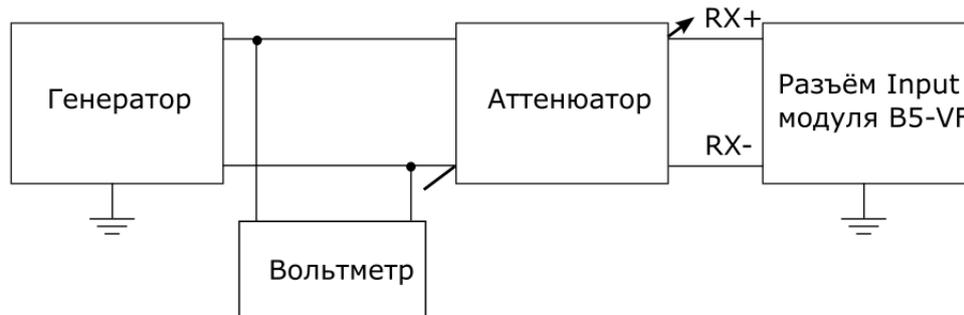

Рисунок 10.5. Схема подключения
- 2) Определение основной абсолютной погрешности измерения уровня сигнала ИУ в диапазоне -5...-45 дБ проводят методом сравнения показания поверяемого прибора с эталонным вольтметром и аттенуатором. Схема подключения прибора приведена на рис. 10.5.